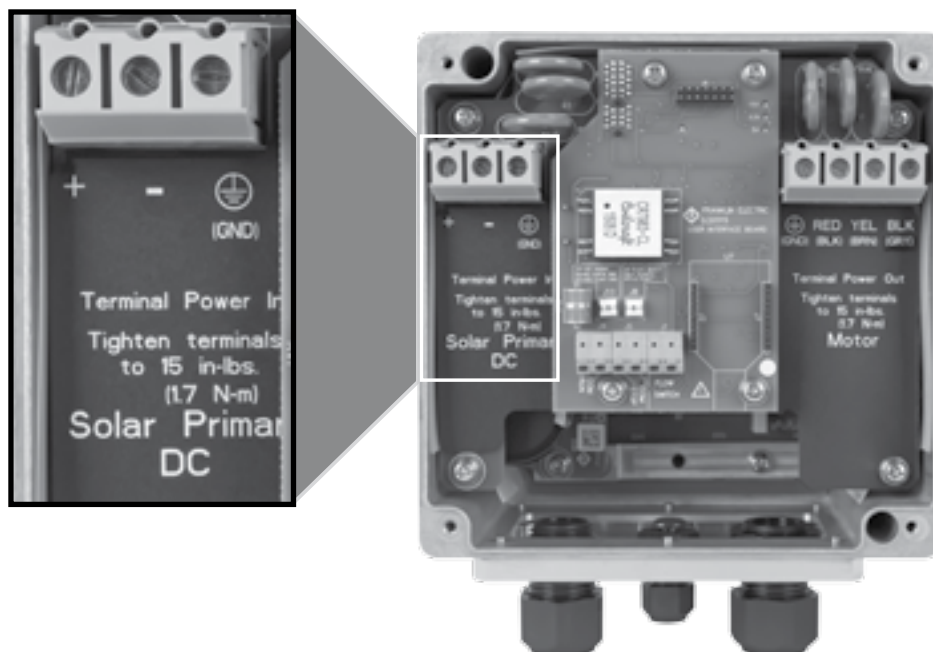

Figura 4: Conexión de cableado de CC
3. Conecte los cables desde la desconexión de la CC externa al bloque terminal etiquetado “Solar Primary DC” y marcado con +, - y GND. (Figura 4) (Especificación de par de torsión: 15 libras-pulg/ 1,7 N-m). (Utilice únicamente conductores de cobre. Nominal de 75 ° C como mínimo).